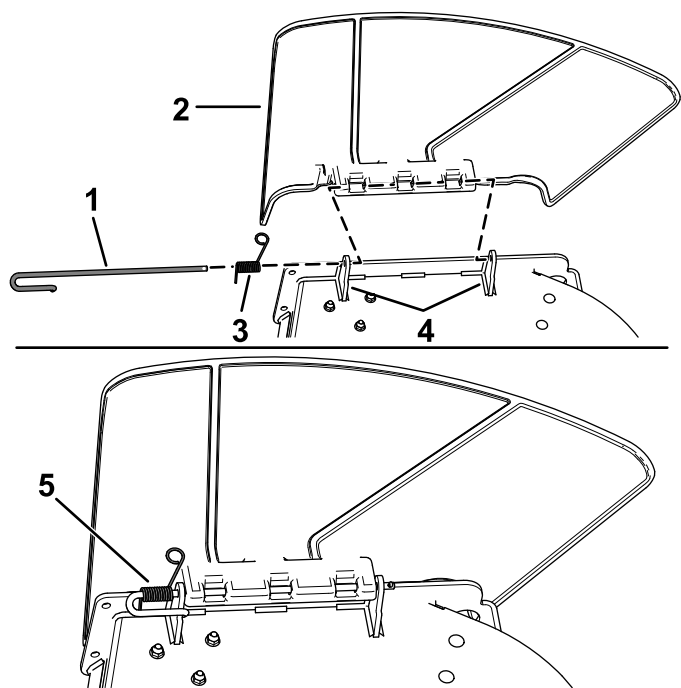

Figura 75
- Instale o contrapino (Figura 75).
- Desengate a mola da ranhura no suporte do defletor e deslize a barra para fora dos suportes soldados da plataforma, mola e defletor de descarga (Figura 75).
9. Instale o contrapino (Figura 75).